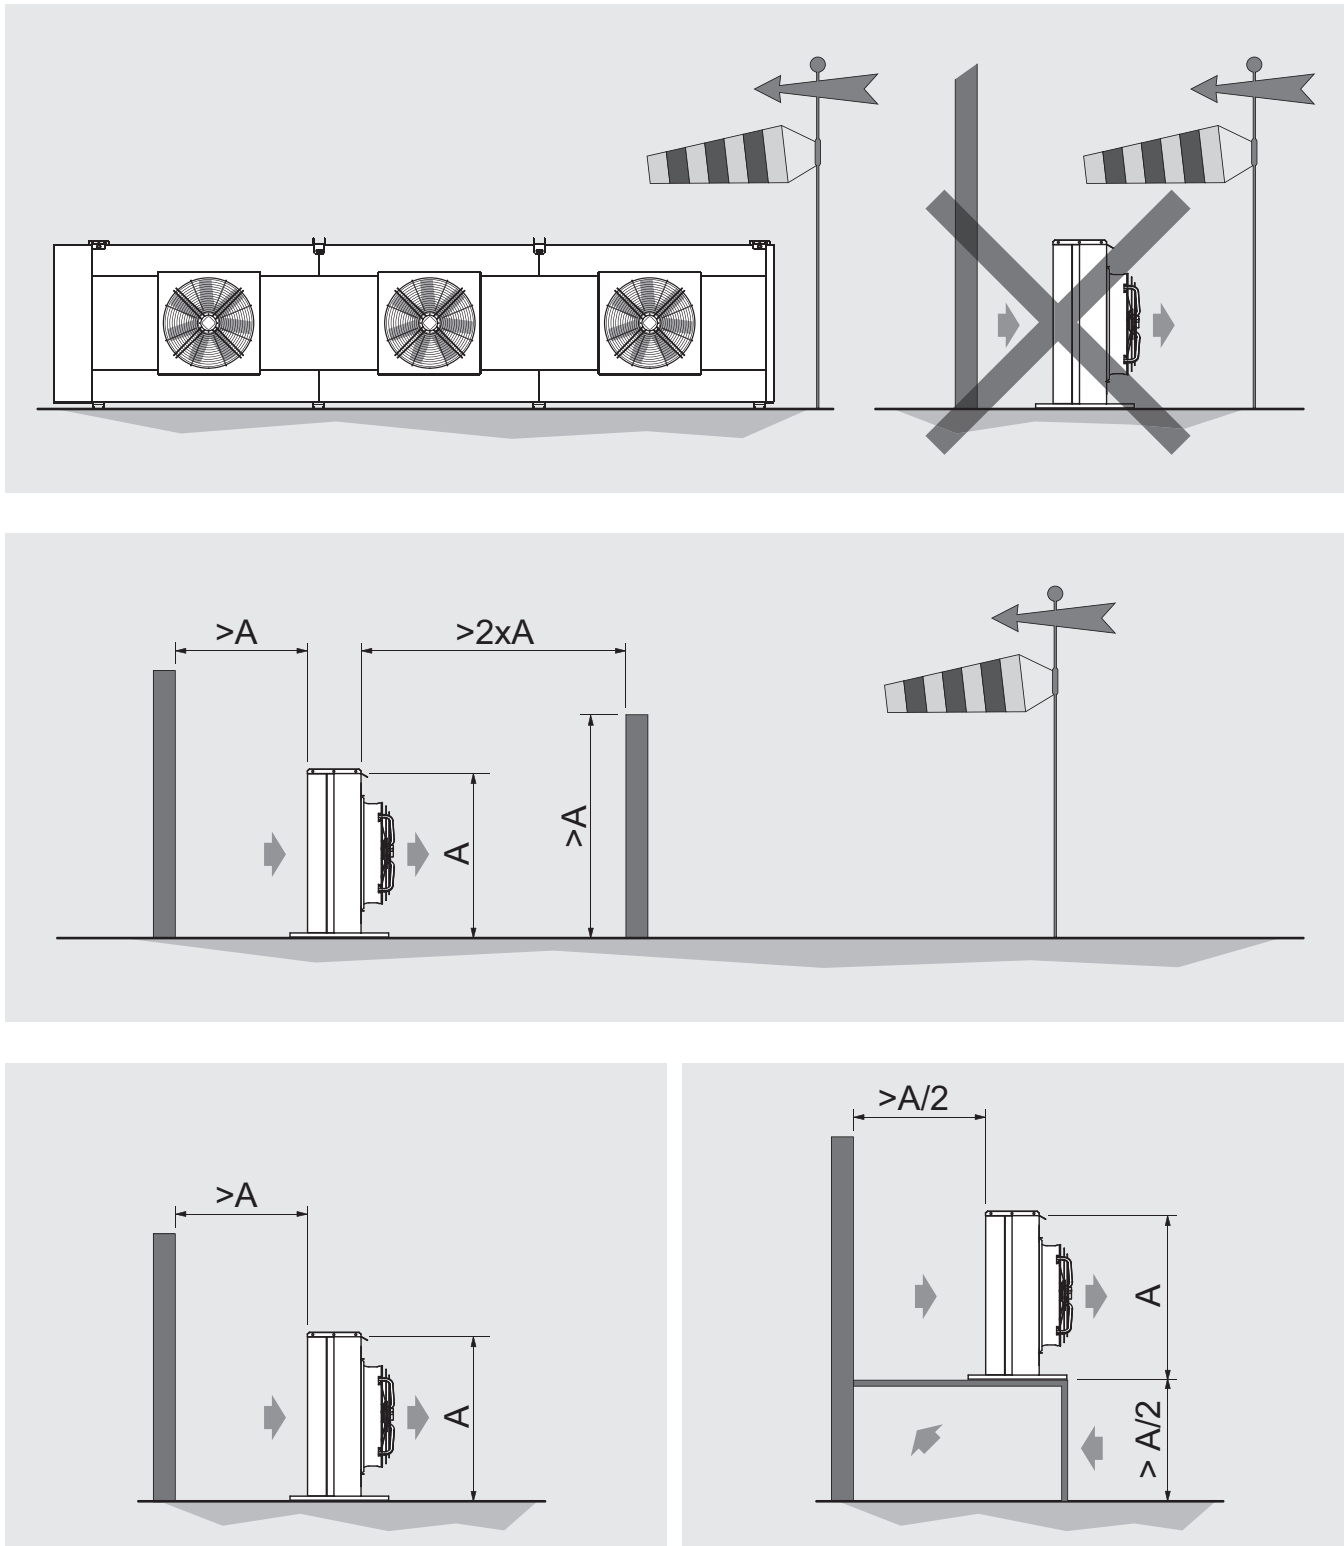

Abbildung 5
6.6 Sorgen Sie für ausreichend Platz für Luftzirkulation und Wartung. Vermeiden Sie es, den Luftstrom gegen reflektierende Oberflächen oder Oberflächen zu richten, die den Geräuschpegel erhöhen. Der Mindestabstand zwischen den Modellen kann je nach Höhe der Positionierung durch die Verwendung spezieller erhöhter FüÙe oder einer Stützplattform reduziert werden. Bei anderen als den angegebenen Installationen wenden Sie sich bitte an Modine. Siehe Abbildung 5.